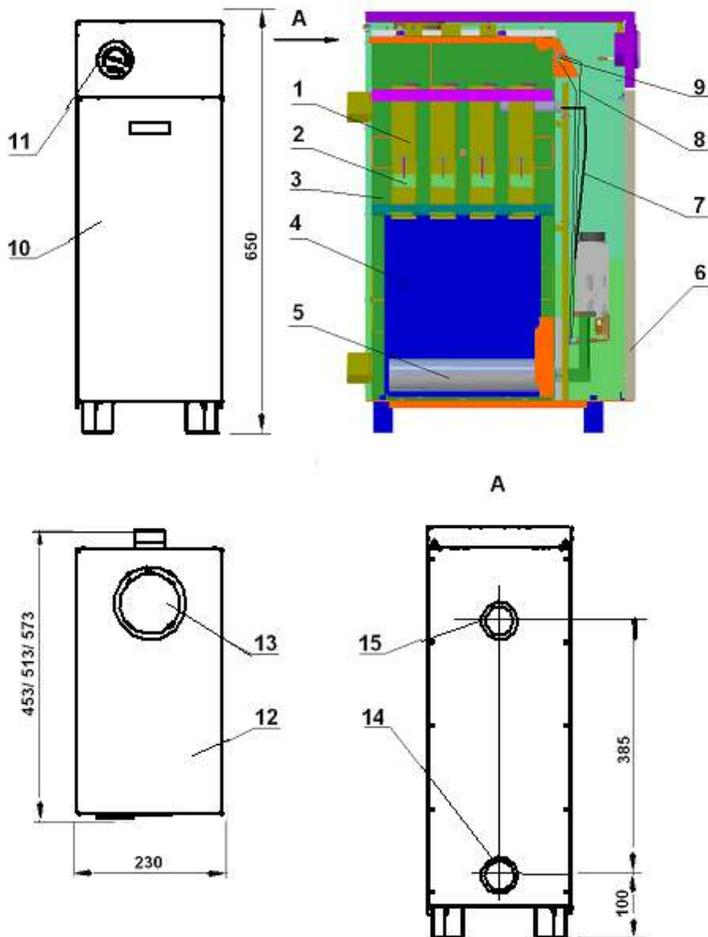

Рис.1 Котлы КС-Г-7S-Э/10S-Э/12S-Э
5.2.2 Котлы КС-Г ... (рис.1, 2, 3) состоят из прямоугольной топки 4 с дымогарными трубами 1. Вокруг дымогарных труб 1 имеется водяная рубашка 3. Через дымогарные трубы 1 дымовые газы, выходящие из топки 4, направляются к дымоходу 13. В дымогарных трубах 1 расположены турбулизаторы 2, увеличивающие отбор тепла и КПД котла.
Остальное см. рис. 1
Автоматика безопасности: датчик тяги 9 рис.1 (на дымоходе котла) и термопара 4 предназначены для прекращения подачи газа к основной и к